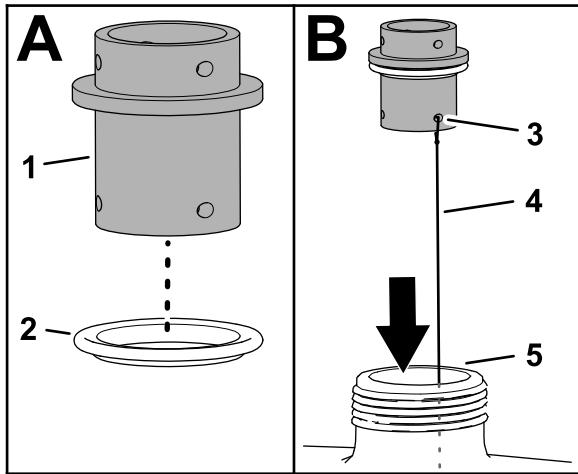

**Figura 4**
1. Mida 17,8 cm desde el extremo de la manguera de 1,9 cm x 61 cm y marque esa posición (Figura 4).